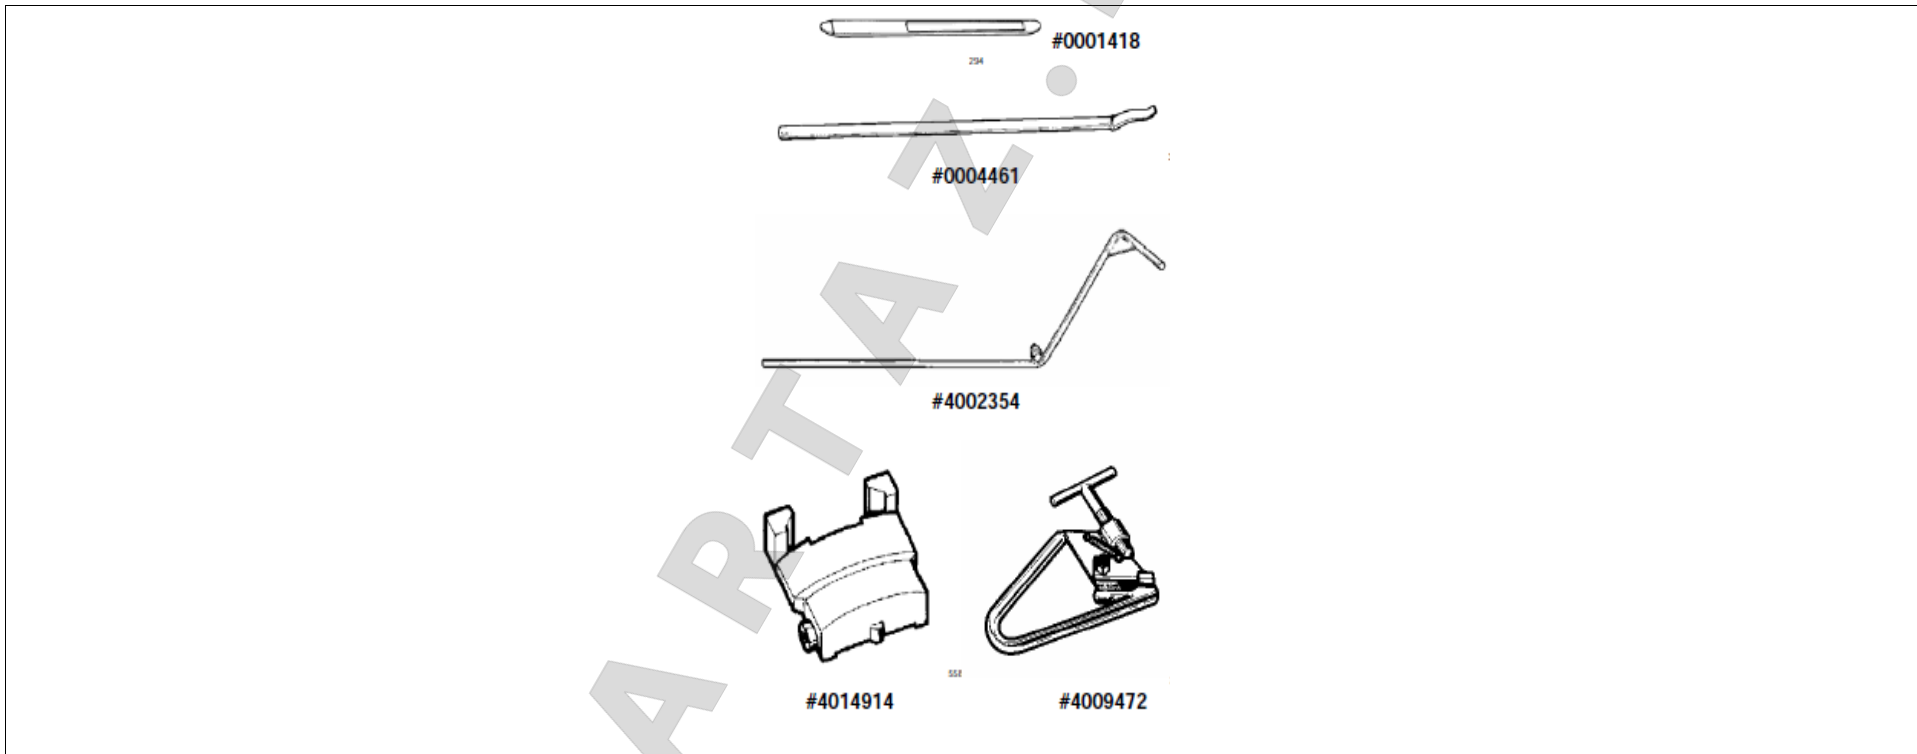

Рис. 3
1.7 СТАНДАРТНЫЕ АКССУАРЫ (Рис.3)